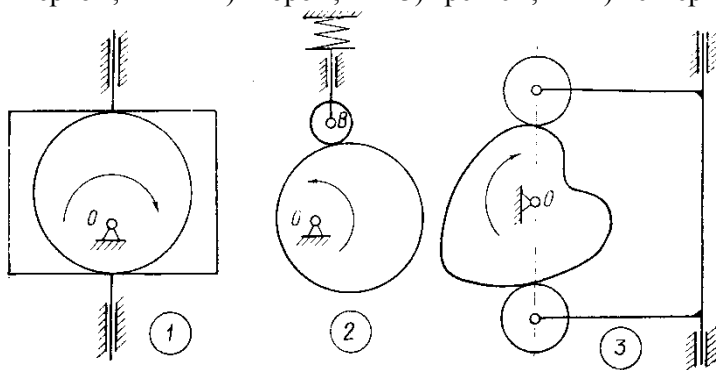

рис.4.
16. Один из недостатков кулачковых механизмов заключается в необходимости специального замыкания кинематической пары 2-го рода (двухподвижной). Определить, в каком из трех кулачковых механизмов (рис. 4) осуществлено силовое замыкание?